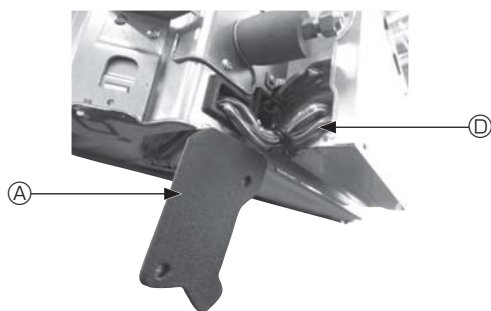

Fig. 4-4
- ① Retirez les deux vis de fixation du couvercle des fils de l'appareil principal, puis ouvrez le couvercle.
- ② Faites passer les fils du capteur i-See et du récepteur de signal dans les entrées de fils du boîtier des composants électriques, comme montré sur le schéma, et autour des traversées isolées sur le côté de l'appareil principal. (Fig. 4-4)